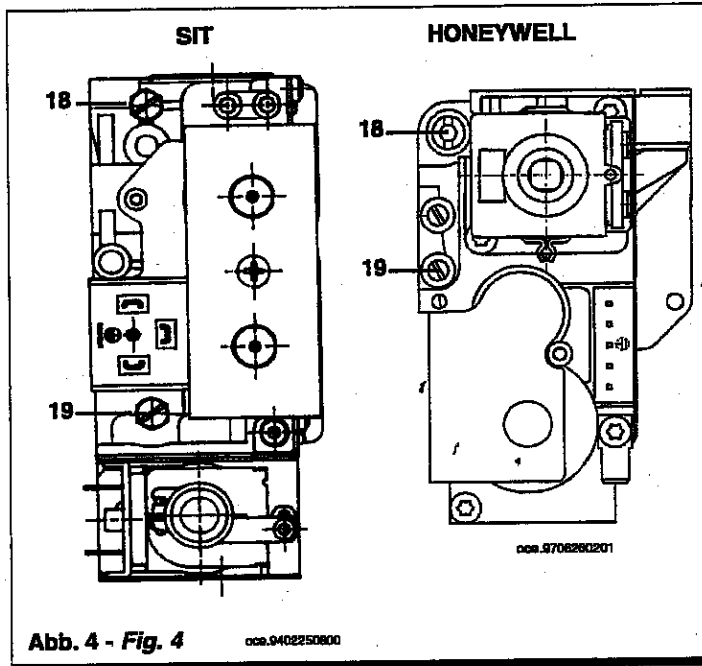
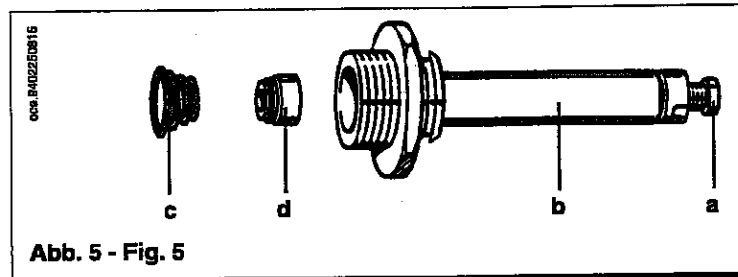

Abb. 4 - Fig. 4
Abb. 5 - Fig. 5
Der Kessel kann vom zugelassenen technischen Kundendienst für den Betrieb mit Naturgas (G.20, G.25) oder Flüssiggas (G.30, G.31) eingestellt werden. Die Einstellmodalitäten für den Druckregler sind je nach verwendetem Gasventil unterschiedlich (HONEYWELL oder SIT, siehe Abbildung 4).
- ein Manometer, möglichst ein Wasser-Manometer, an den Düsendruckmeßstutzen (18) des Gasventils (Abb. 4 Seite 10) anschließen;
- die schwarze Schraube (a) ohne Gewalt fest an das Rohr (b) schrauben (Abb. 5);
- den Gashahn öffnen und den Drehknopf (3) so drehen, daß der Heizkessel auf Sommer (☀) gestellt ist;
- überprüfen, ob der beim Anschlußdruckmeßstutzen (19) des Gasventils (Abb. 4 auf Seite 10) gemessene dynamische Förderdruck des Heizkessels korrekt ist (50 Millibar bei Flüssiggas oder 20 Millibar bei Erdgas);
- die schwarze Schraube (a) (Abb. 5) abschrauben, bis der Druckwert erreicht wird, der gemäß der Tabelle 1 auf Seite 13 der verminderten Leistung entspricht;
- ein Manometer, möglichst ein Wasser-Manometer, an den Düsendruckmeßstutzen (18) des Gasventils (Abb. 4 auf Seite 10) anschließen;
- den Gashahn öffnen und den Drehknopf (2) so drehen, daß der Heizkessel auf Sommer (☀) gestellt ist;
- überprüfen, ob der beim Druckverbinder (19) der Gasventils (Abb. 4 auf Seite 10) gemessene dynamische Förderdruck des Heizkessel korrekt ist (50 Millibar bei Flüssiggas oder 20 millibar bei Erdgas).